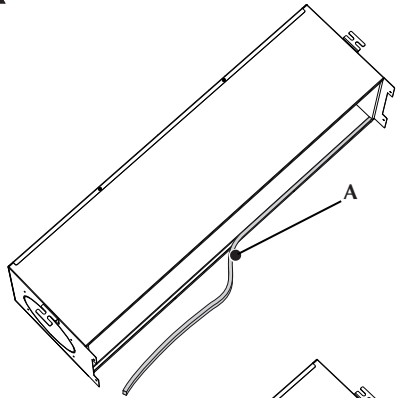

Fig.7
- Incollare il lato adesivo della striscia isolante più corta sulla piega interna del pannello di chiusura (A),(fig.7)
- Incollare il lato adesivo delle due guarnizioni più lunghe sul lato esterno delle pieghe (B) (fig.7)